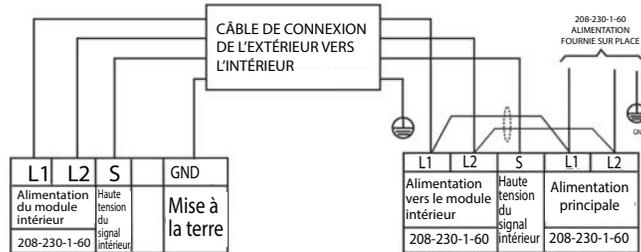

Figure 29 – Schémas de raccordement – capacités 18 et 24
2. Raccordez le câblage de l'appareil extérieur conformément au schéma de connexion (consultez les figures 29 et 30).